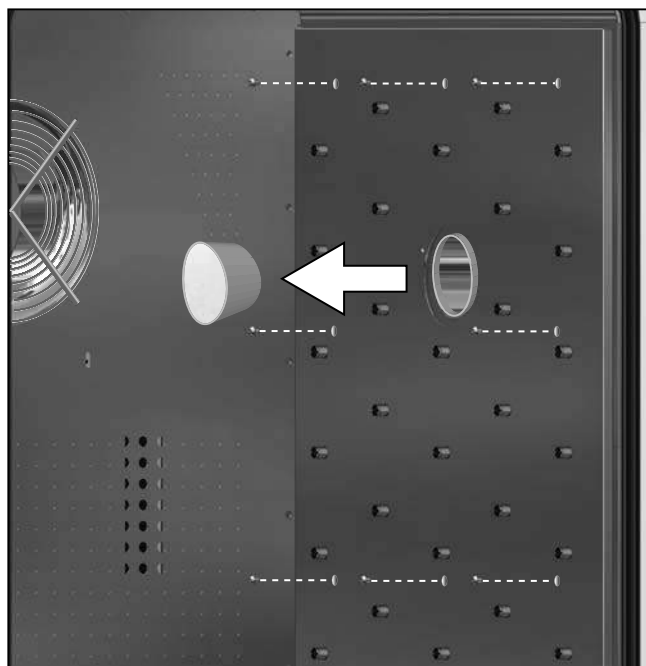
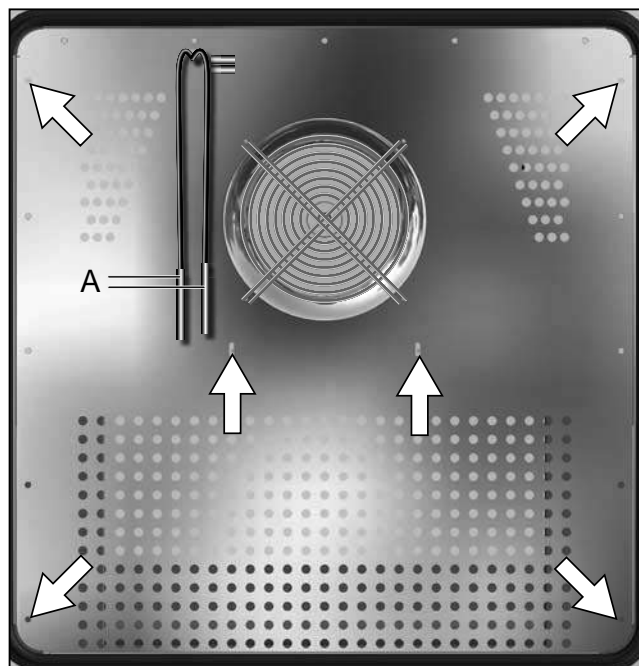

Fig. 35
Fig. 36
1. Quite el tapón de silicona, extraiga los 8 tornillos con hexágono interior de cada una de las paredes laterales izquierda y derecha, y retire dichas paredes (Fig. 35).
2. Extraiga las dos sondas de temperatura de los soportes y déjelas colgando (Fig. 36, A).
3. Desmonte la pared trasera de la cámara para pruebas; para ello, retire los 4 tornillos de las esquinas y los 2 tornillos ubicados debajo del ventilador para a continuación extraer la chapa en dirección oblicua (Fig. 36). Hágalo de forma que las sondas de temperatura pasen por los orificios de la chapa y permanezcan dentro de la cámara de trabajo.
5. Una vez finalizadas las tareas de limpieza, introduzca oblicuamente la pared trasera en la cámara para pruebas. Para ello, vuelva a pasar las dos sondas de temperatura por el orificio situado en la parte superior de la chapa (Fig. 36, A).
7. Introduzca las sondas de temperatura (A) en los soportes correspondientes.
8. Coloque las chapas laterales de la cámara de trabajo a derecha e izquierda y apriete los correspondientes juegos de 8 tornillos (Fig. 35). Vuelva a introducir el tapón de silicona.